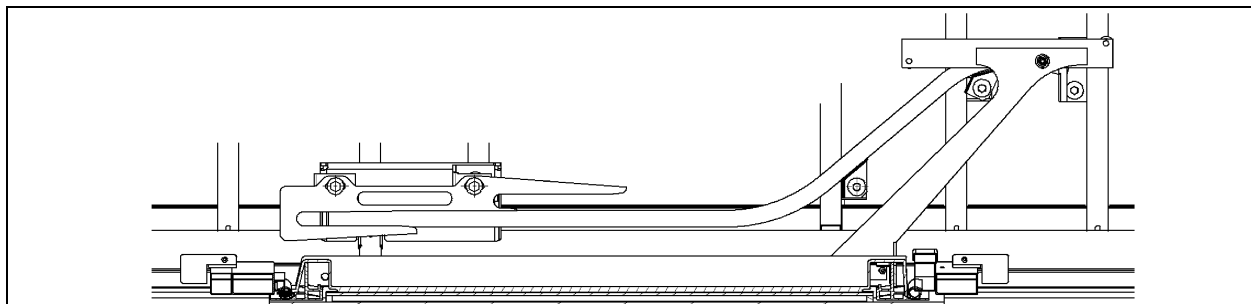

FIGURE 68: BRAS SUPÉRIEUR ET TRAVERSE DE L'ÉLEVATEUR POUR FAUTEUILS ROULANTS
2. Faire glisser la traverse supérieure dans le bras supérieur, puis fixer la traverse à la structure avec un boulon. Ne pas serrer complètement le boulon pour le moment (voir la Figure 68).